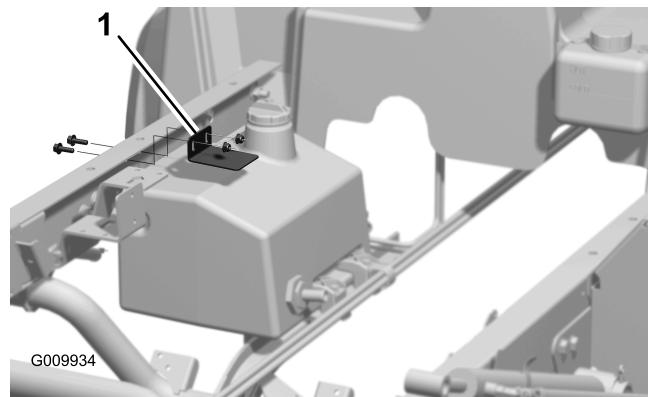

Figura 10
4. Instale sem apertar o suporte no canal da estrutura esquerda com dois parafusos de cabeça flangeada (5/16 pol. x 1 pol.) e duas porcas flangeadas (5/16 pol.), como se mostra na Figura 10.